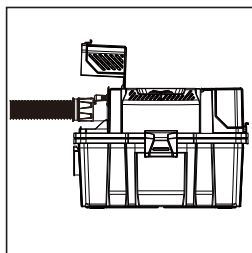

FIG. 7
- Inserire un'estremità del tubo in tale attacco. **(Fig. 7)**